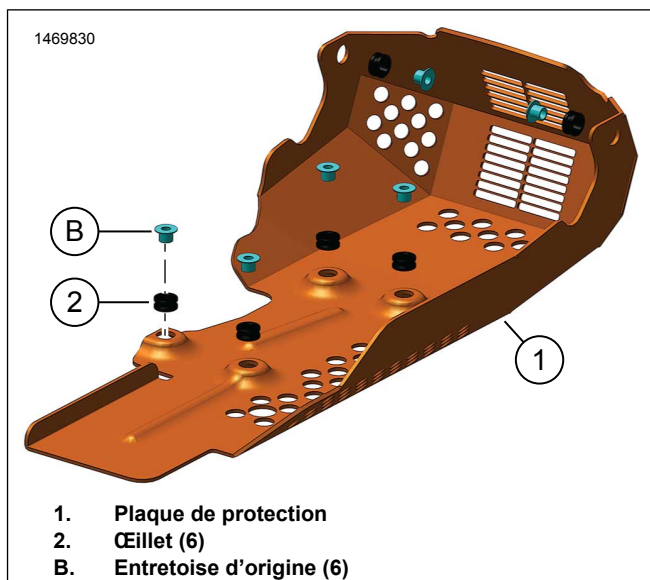

Figure 2. Assemblage de la plaque de protection
1. Figure 2 Posez l'entretoise OE (3).